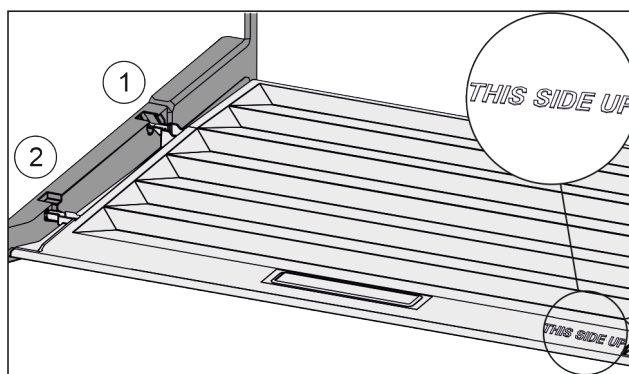

Fig. 96
- ▶ Introduceți nervura capacului prin orificiul suportului posterior Fig. 96 (1) și înclichetați-l în față în suport Fig. 96 (2).